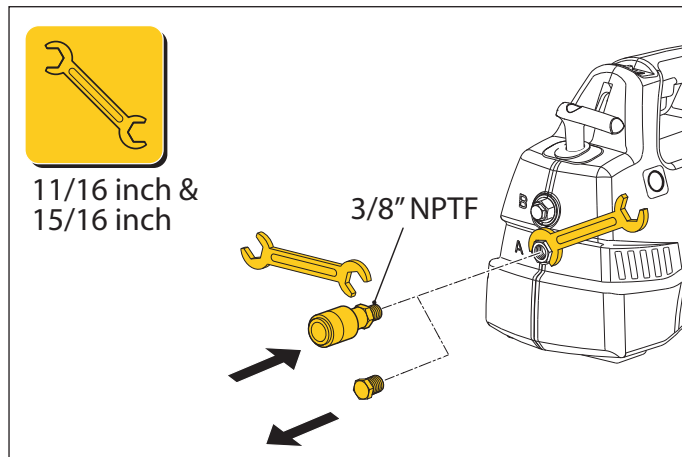

Figura 5. Extracción del tapón de transporte y montaje del acople hidráulico (normal)
2. Saque los tapones de transporte de los puertos de la bomba "A" y "B". Utilice una llave de 15/16" para mantener la conexión del puerto en su lugar. A continuación, utilice una llave de 11/16" para sacar el tapón de transporte. Véase Figura 5.